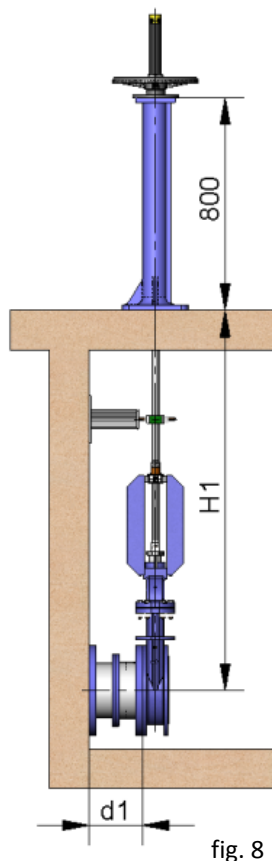

fig. 8
- La colonna di manovra standard è di 800mm di altezza (fig. 8). Altre misure di colonna su richiesta.